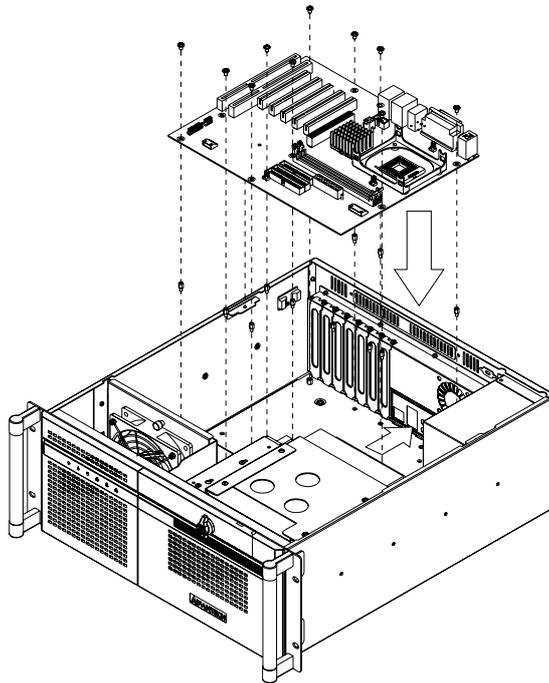

图 2.4: 安装主板
- 安装主板时，需先将主板 I/O 接口的挡板安装在后面板上，然后将主板固定在机箱上（如图 2.4 所示）。